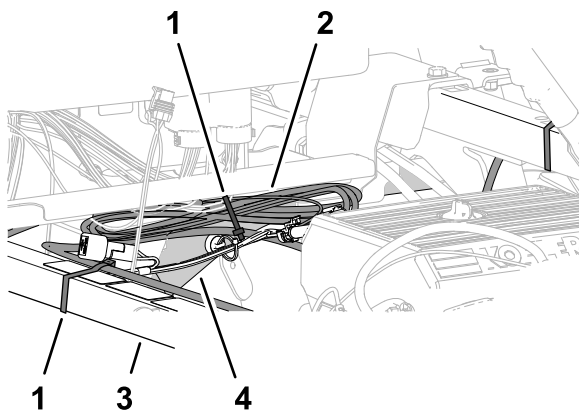

Рисунок 212
1. Соберите излишнюю длину жгута проводов передачи данных, прикрепив его к правой верхней трубе рамы (Рисунок 212).
2. Выровняйте жгут проводов передачи данных относительно опорной трубы амортизатора и прикрепите его к трубе с помощью кабельной стяжки (Рисунок 212).
3. Выровняйте жгут проводов передачи данных относительно правой верхней трубы рамы и прикрепите связку жгута проводов к трубе рамы с помощью кабельной стяжки (Рисунок 212).